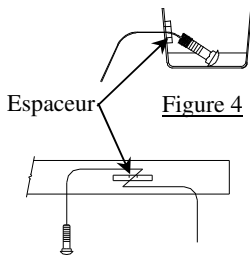

Figure 4
- Feed the coiled end of the pull wire through the bolt attachment hole in the side of the frame and out the access hole. (Note: driver & passenger side use opposite hole positions) Attach carriage bolt and spacer (item 1 & 2) to the pull wire. Pull the pull wire with fasteners into location through the hole. Leave pull wires attached. Repeat the same process on the both frame rails. Then push fasteners back into the frame rail leaving the pull wire attached and sticking out. See Figure 4
- Feed the coiled end of the pull wire through the forward bolt attachment hole in the bottom of the frame and out the access hole. Attach carriage bolt and spacer (item 1 & 2) to the pull wire. Leave the pull wire attached.
- Reusing (2) of the pull wires feed remaining carriage bolt and spacer (item 1 & 3) into the access slot on the side of the frame rail and through the rearward hole on the bottom of the frame. Note: if necessary use a screwdriver to prevent the spacer from spinning. (due to vehicle variation some vehicle have support plates that will prevent spacers from spinning) Repeat the same process on both frame rails.
- Faire passer l'extrémité spiralée du fil de tirage à travers le trou de fixation du boulon dans le côté du cadre puis la faire sortir par le trou d'accès. (Nota : les côtés conducteur et passager utilisent des positions de trous opposées). Attacher le boulon de carrosserie et l'espaceur (arts 1 et 2) au fil de tirage. Tirer le fil de tirage avec les fixations par le trou jusqu'à l'emplacement. Laisser les fils de tirage attachés à la visserie. Répéter la même procédure sur l'autre longeron. Repousser ensuite les fixations dans le longeron en laissant le fil de tirage attaché et dépassant. Voir la Figure 4.
- En réutilisant deux (2) des fils de tirage, acheminer le boulon de carrosserie et l'espaceur restants (arts 1 et 3) à travers la fente d'accès sur le côté du longeron et le trou arrière dans le bas du cadre. Nota : Si nécessaire utiliser un tournevis afin de prévenir l'espaceur de tourner. (Certains modèles de véhicule sont dotés de plaques de support qui empêcheront les espaceurs de tourner).